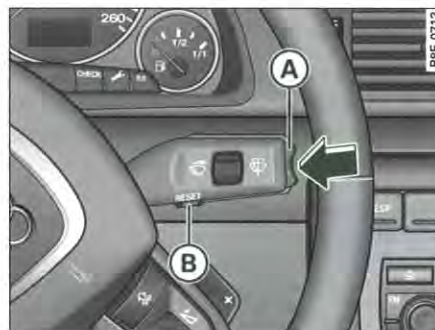

Fig. 131 Levier d'essuie-glaces : touche reset et commande à bascule
Les fonctions de la touche **Reset** (B) ⇒ fig. 131 et de la **commande à bascule** (A) :
- Pressez la touche **Reset** (B) ⇒ page 131, fig. 131. Le menu d'accueil s'affiche ⇒ page 41, fig. 26.
- Pressez la commande à bascule (A) jusqu'à ce que **Einstellen (Réglages)** soit activé (fond rouge).